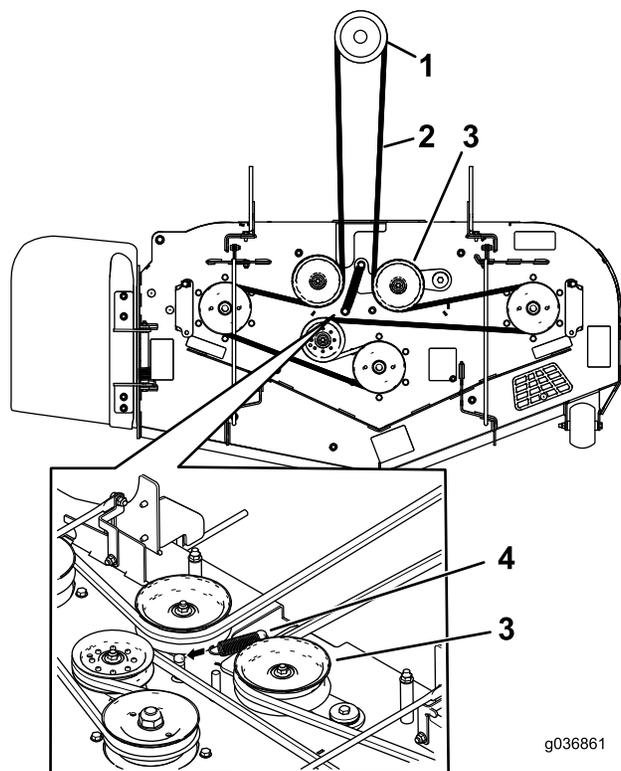

Figura 63
10. Montate la nuova cinghia attorno alle pulegge del tosaerba e alla puleggia della frizione, sotto il motore (Figura 63).
11. Installate la molla di rinvio (Figura 63).